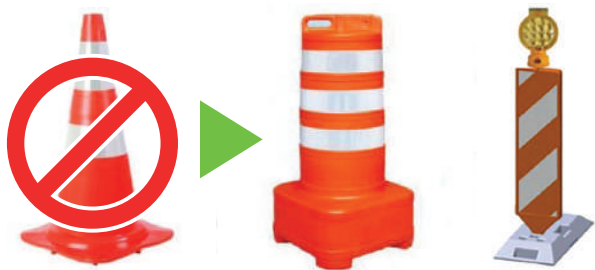

Figura 42 - Materiais para sinalização de tapers de desvio no período noturno
- a) Cones em tapers de desvio: vedado seu uso. Utilizar cilindro canalizador de tráfego com iluminação interna e/ou barreira tipo I vertical (Figura 42);